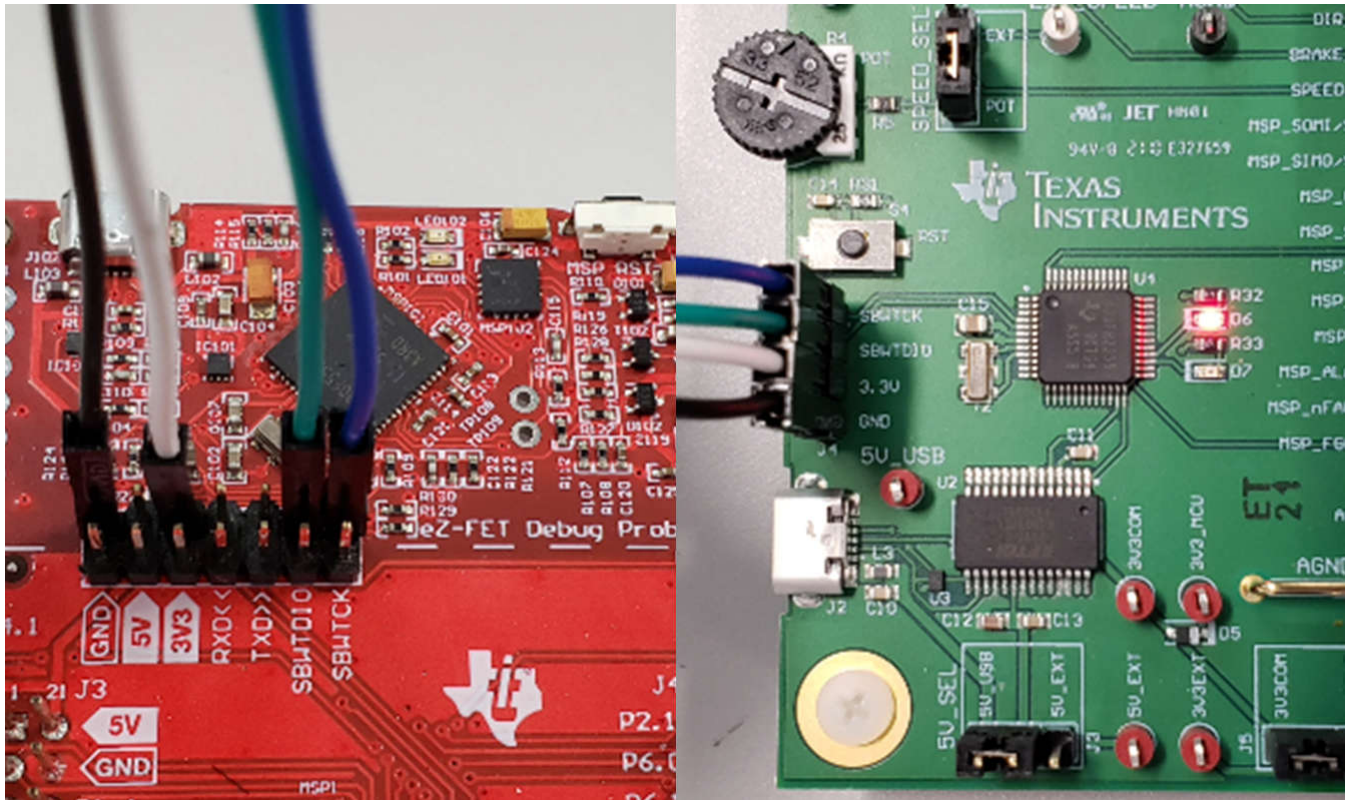

图 3-3. MSP430 LaunchPad LaunchPad™ 开发套件 eZ-FET 调试探针连接到 MSP430FR2355
2. 将 LaunchPad 开发套件 eZ-FET 侧的顶部引脚 GND、3V3、SBWTDIO 和 SBWTCK 信号连接到 MCF8329HSRRYEVM 的 J5 上的相应引脚，如表 3-1 和图 3-3 所示。